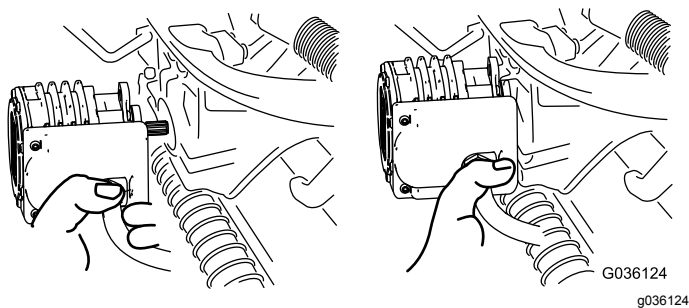

Figure 52
4. Amenez le moteur à la position de rangement sur l'avant du bras de suspension (Figure 52).